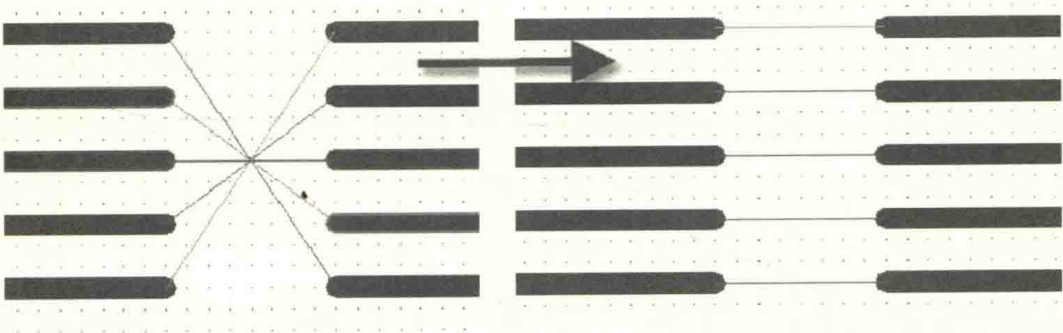

图 11-8 线序的调换调整
(7) 执行菜单命令“Tools-Pin / Part Swapping-Interactive Pin / Net Swapping”，单击之前对接的信号走线，进行线序调换。注意：“Project”工程文件一定要保存一下，再操作。执行完上述步骤之后，PCB 管脚调换的工作就完成了，具体效果如图 11-8 所示。